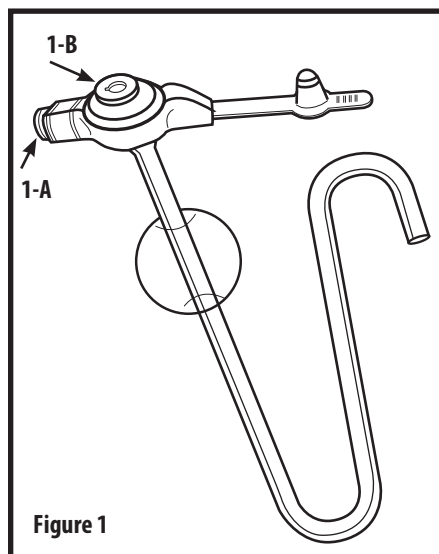

Figure 1
2. Använd 6 mL-sprutan med luerkorna som medföljer i satsen till att blåsa upp ballongen med 5 mL sterilt eller destillerat vatten via ballongporten (fig 1-A).
4. Använd en 6 mL spruta med luerkorna och spola vatten genom den jejunala porten (fig 1-B) för att bekräfta att sonden är öppen.